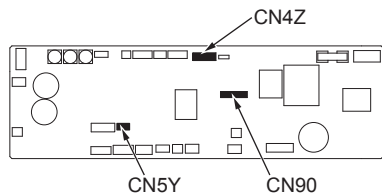
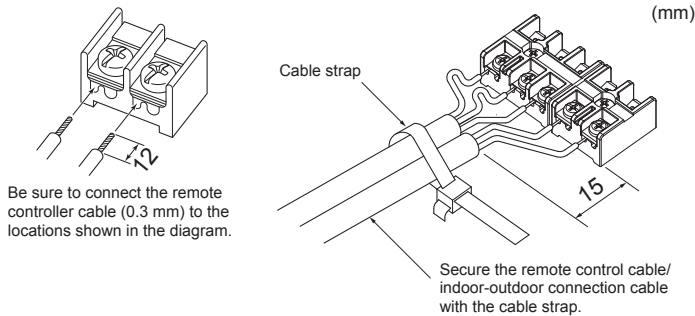

Fig. 4-2
Fig. 4-3
4.1. Indoor unit (Fig. 4-1, Fig. 4-2, Fig. 4-3)